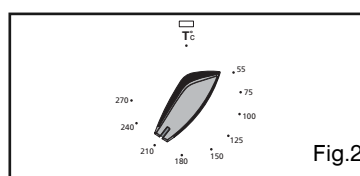

Fig.2
**• Plade til mange funktioner (Fig.2)**